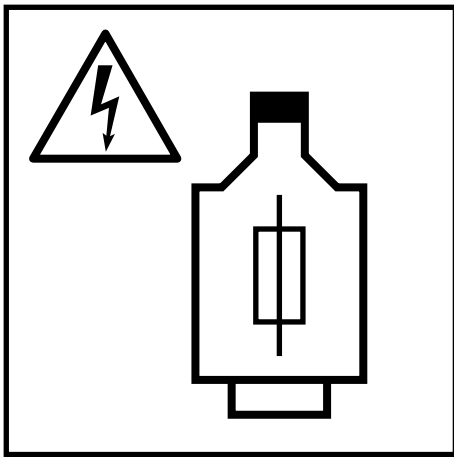

Fig.: 13
2. Prévoir des fusibles pour chaque phase (Fig.: 13)